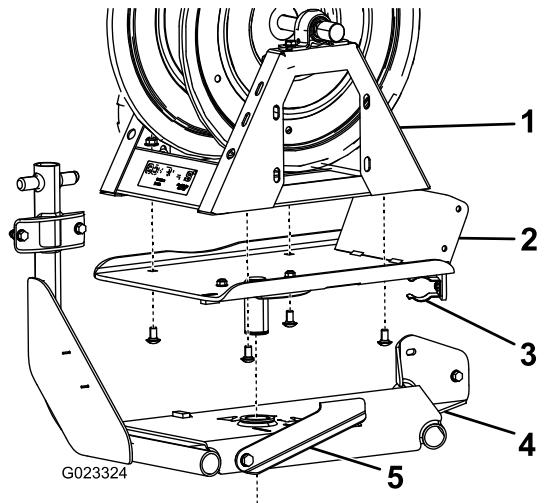

Figure 9
2. Fixez la plaque pivotante au bas du dévidoir au moyen de 4 boulons de carrosserie et de 4 écrous à embase (3/8") (Figure 9).
3. Passez la plaque pivotante dans le trou et sur le cadre du dévidoir (Figure 9).